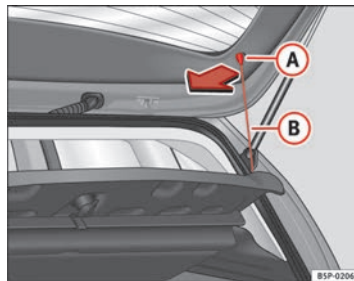

Fig. 123 Plage arrière
- Décrochez les tirants ⇒ fig. 123 B de leurs logements A. ▶